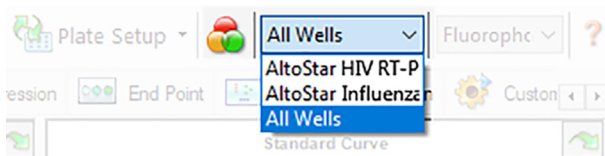

Abb. 4: Schaltfläche und Dropdown-Menü Well Group (Well-Gruppe)
Achten Sie darauf, im Fenster Data Analysis (Datenanalyse) die **Well Group** (Well-Gruppe) des AltoStar® HIV RT-PCR Kit 1.5 auszuwählen. Klicken Sie dazu auf das Dropdown-Menü **Well Group** (Well-Gruppe) rechts neben der Schaltfläche **Well Group** (Well-Gruppe) (siehe Abbildung 4) in der Menüleiste. Verwenden Sie nicht die „All Wells“ (Alle Wells) **Well Group** (Well-Gruppe). Die Auswahl in Abbildung 4 wird als allgemeine Beispielansicht verwendet.
1. Achten Sie darauf, im Fenster Data Analysis (Datenanalyse) die **Well Group** (Well-Gruppe) des AltoStar® HIV RT-PCR Kit 1.5 auszuwählen. Klicken Sie dazu auf das Dropdown-Menü **Well Group** (Well-Gruppe) rechts neben der Schaltfläche **Well Group** (Well-Gruppe) (siehe Abbildung 4) in der Menüleiste.